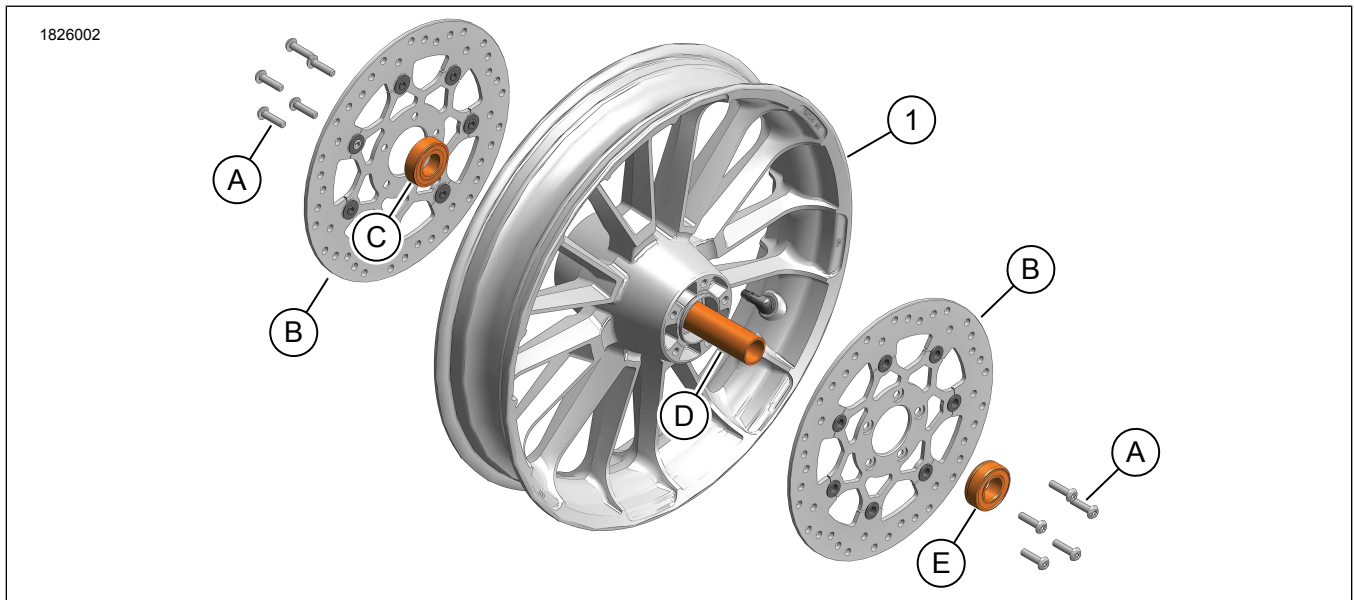

Figure 1. Contenu du kit : HD Roulette 19 po Roue
1. Retirer la roue Équipement d'origine (OE) . Consultez le manuel d'entretien.
2. Voir la Figure 1. Retirer les rotors de frein avant.
- a. Retirer les vis (A).
- b. Retirer les rotors de frein avant OE (B).
5. Retirer l'entretoise de roulement de roue (D).
3. Voir la Figure 1. Installer l'entretoise de roulement (D) et les **nouveaux** roulements de roue étanches (C, D).